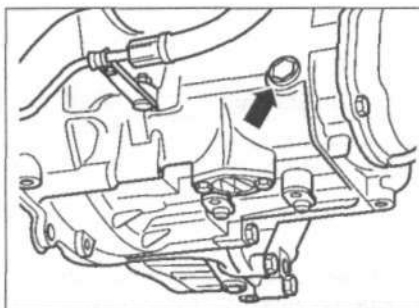

Рис. 2.28. Выкрутите заливную пробку (стрелка).
14. Выкрутите заливную пробку (стрелка) (рис. 2.28).